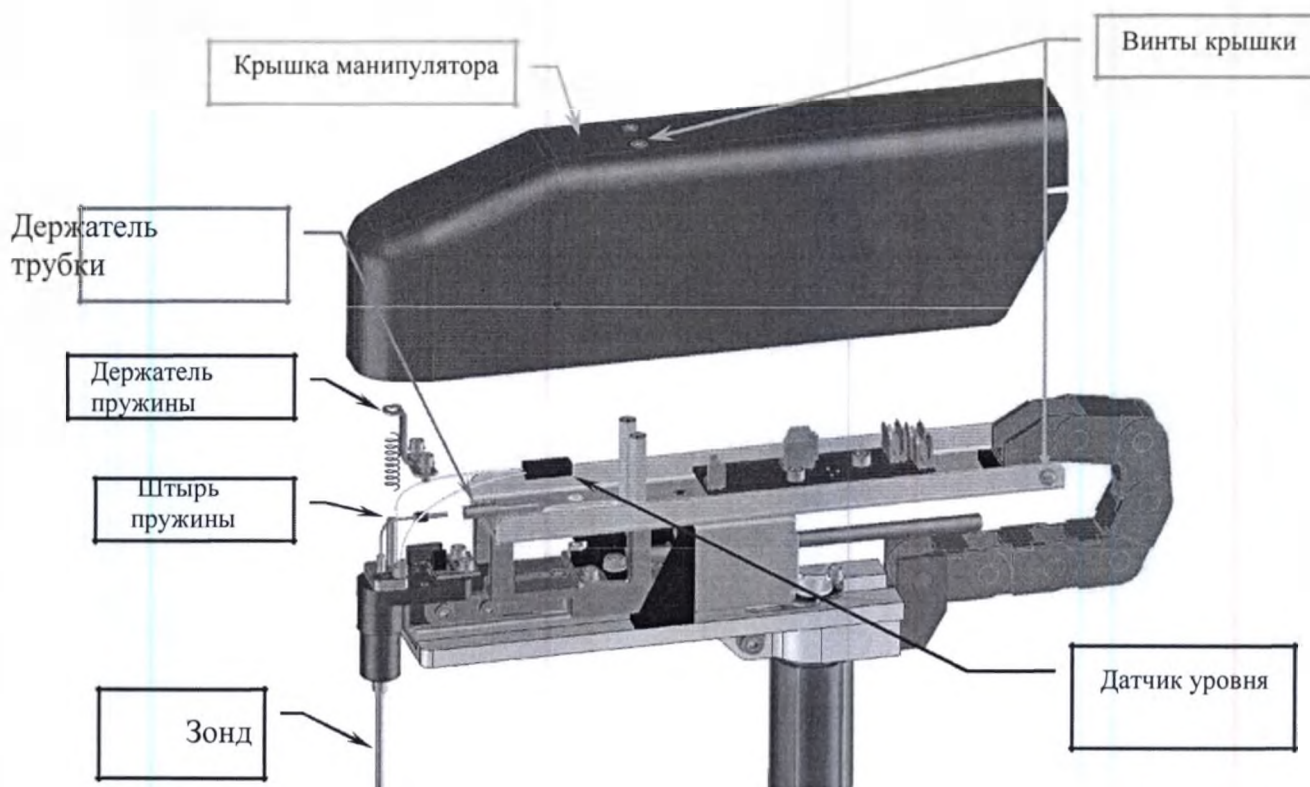

Рис. 2 – Пробоотборный манипулятор и его зонд
4. Открутите четыре винта и снимите крышку пробоотборного манипулятора [Рис.2]